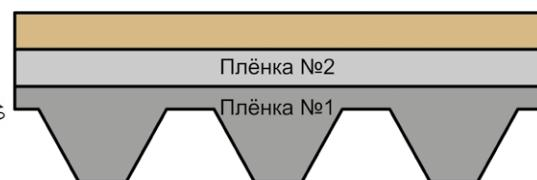

Рис. 18. Тыльная сторона гонта гибкой черепицы Döcke.
Перед укладкой гонта конько-карнизной черепицы Döcke на крышу снимите плёнку №1 с тыльной стороны гонта (рис. 18). Плёнку №2 снимать не требуется.
8.2.1 Перед укладкой гонта на крышу снимите плёнку №1 с тыльной стороны гонта (рис. 18). Плёнку №2 снимать не требуется.